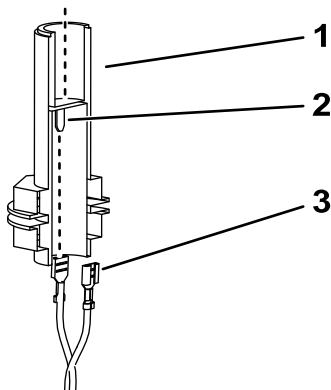

Figura 5
- Ligue os conectores soltos da cablagem do sinal luminoso aos terminais espada do conector da tomada do sinal luminoso (Figura 5).